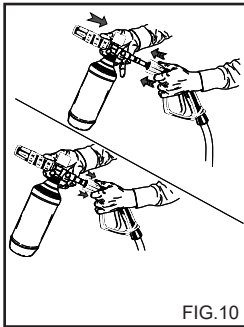

FIG.10
2) Die Verlängerung des Griffs entfernen und das Reinigungsmittelsprühsystem einsetzen (Fig. 10), den Hochdruckreiniger einschalten und die zu reinigende Fläche von unten nach oben einsprühen.